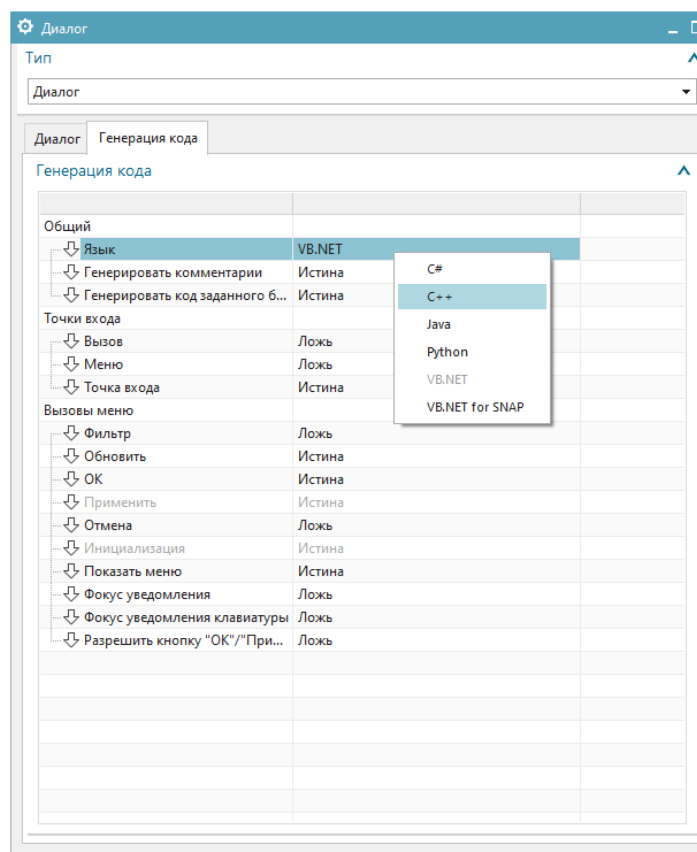

Рисунок 4.3 – Вкладка «Генерация кода»
- «Генерация кода» - (рисунок 4.3), где настраиваются особенности генерирования программного кода модуля диалога, выбирается язык программирования и задаётся наличие точек входа обработчиков событий для диалога. Обработчики событий управляющих элементов в конструкторе не настраиваются, они создаются в коде автоматически.